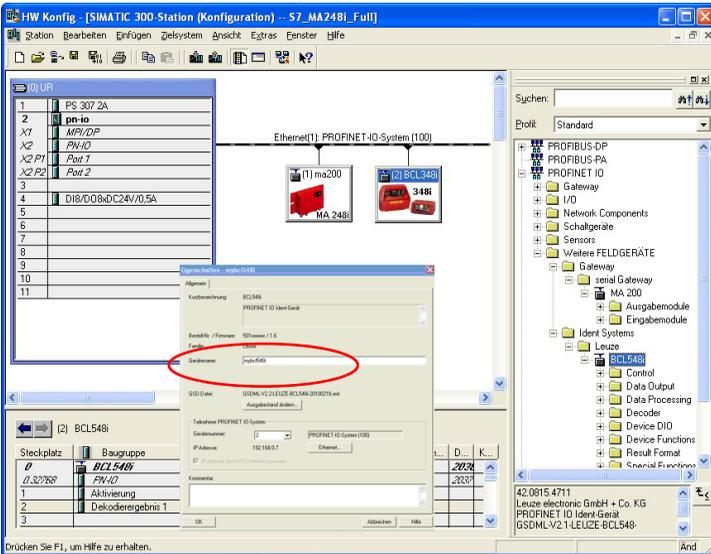

Bild 10.3: Vergabe der Gerätenamen an IP-Adressen
- Zuweisen der Gerätenamen an die projektierten IO-Devices (Bild 10.3...)